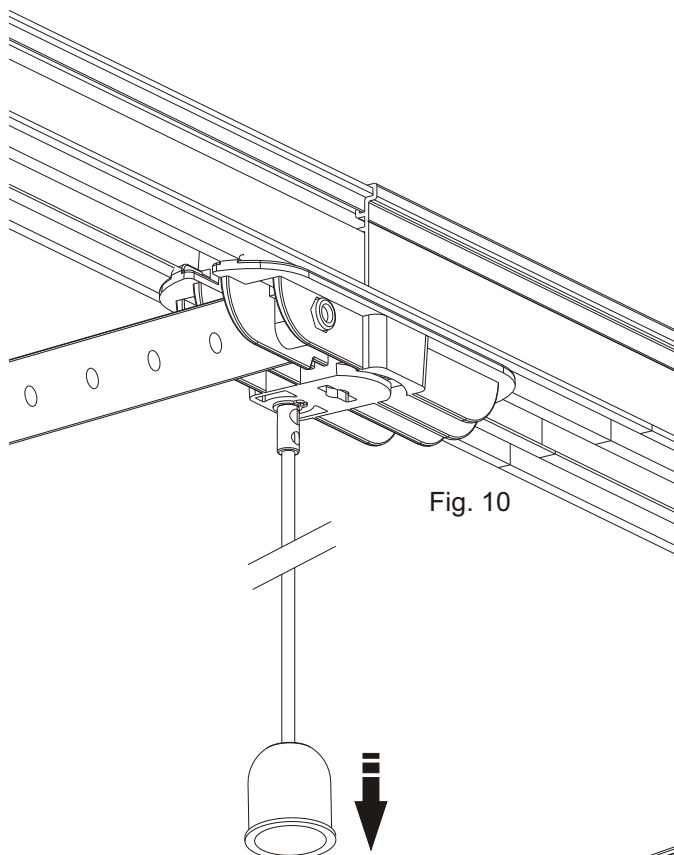

Fig. 10
- Tirer la poignée de déverrouillage et ouvrir manuellement la porte (Fig. 10).